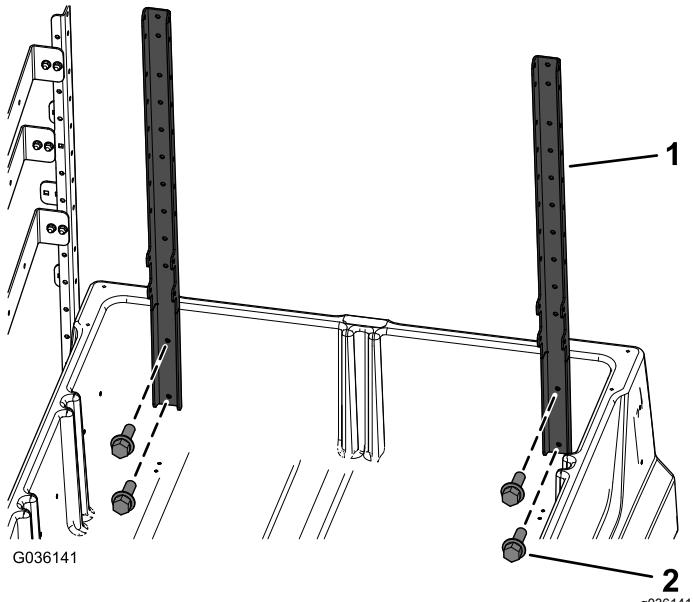

Рисунок 4
3. Установите, не затягивая, два передних вертикальных кронштейна рамы на внутреннюю поверхность грузового кузова с помощью 4 винтов с шестигранными головками (1/4 x 3/4 дюйма), как показано на Рисунок 4.